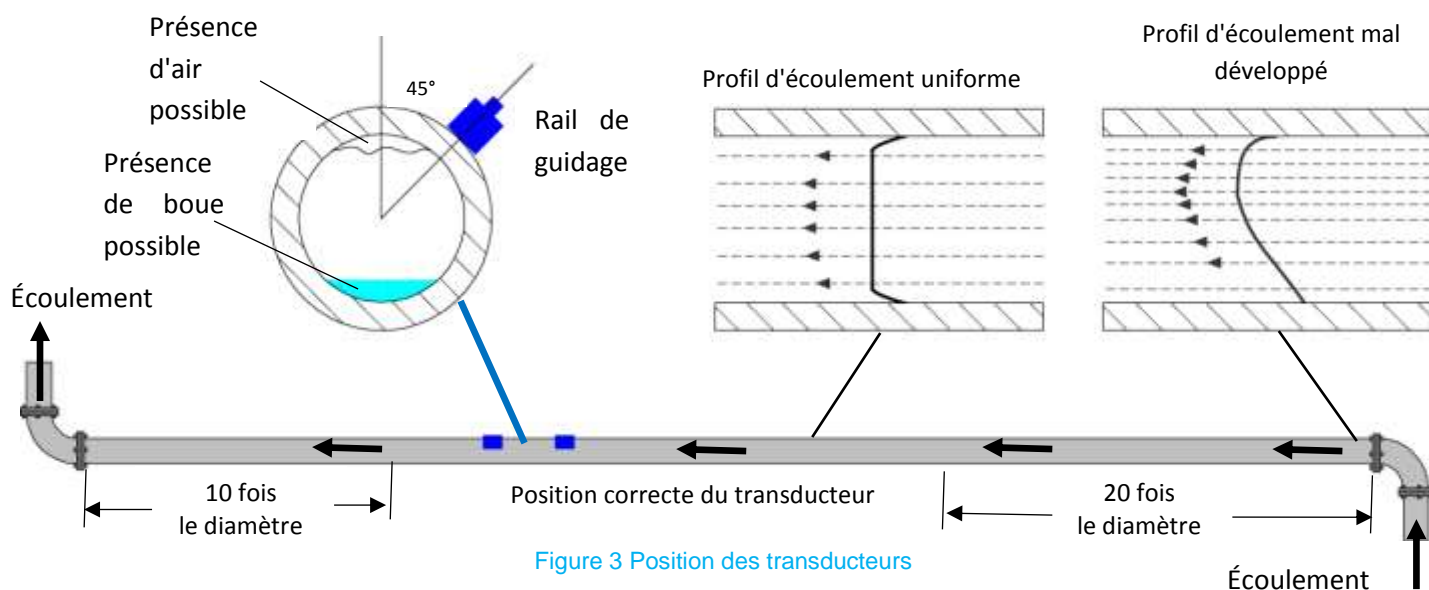

Figure 3 Position des transducteurs
Pour obtenir des résultats le plus précis possible, les conditions du liquide et du tuyau doivent pouvoir permettre la transmission des ultrasons le long de la section de tuyau prédéterminée. Il est important que le liquide s'écoule uniformément le long de la section de tuyau contrôlée, et que le profil d'écoulement ne soit pas perturbé par une quelconque obstruction située en aval ou en amont. La meilleure façon d'y parvenir est de prévoir respectivement en amont et en aval des transducteurs une longueur de tuyau droite supérieure ou égale à 20 fois et 10 fois le diamètre du tuyau (voir Figure 3). Les mesures d'écoulement peuvent être réalisées sur des tuyaux plus courts, soit 5 fois le diamètre du tuyau en aval et 10 fois en amont. Cependant, lorsque les transducteurs sont positionnés aussi près d'une obstruction, les erreurs ainsi obtenues peuvent être imprévisibles.
1. Avant de fixer les transducteurs, veuillez tout d'abord vérifier que la position proposée satisfait les distances exigées (voir Figure 3). Dans le cas contraire, la précision des lectures d'écoulement ainsi obtenues pourrait être affectée.